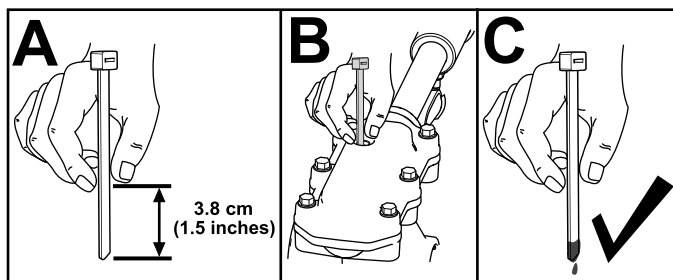

Figura 34
3. Verificați nivelul uleiului utilizând un dispozitiv de măsurare adecvat, cum ar fi un colier de cablu curat. Uleiul trebuie să fie la aproximativ 3,8 cm sub deschiderea de umplere (Figura 34).